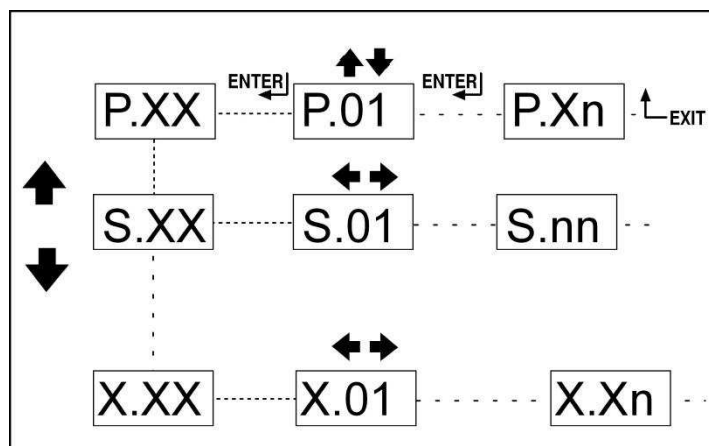

Рис. 2 - Навигация между режимами
3.3.1 Навигация между режимами (см. рис. 2)